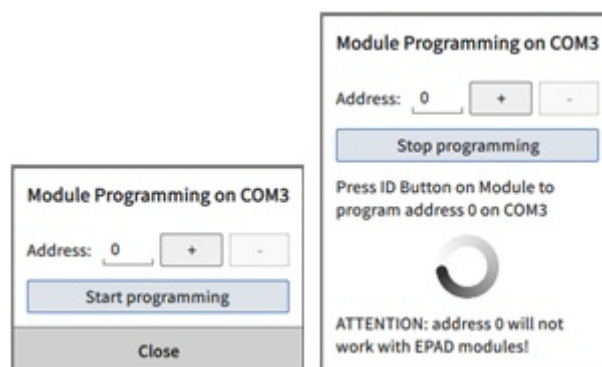

Abb. 4.27: EPAD-Programmierungs-Prozess
- Als nächstes wählen Sie die Start-Adresse des EPAD2 (kann nicht 0 sein) und dann klicken Sie auf *Programmierung starten* (siehe Abb. 4.27).
- Sobald Sie mit der Programmierung fertig sind, drücken Sie den *Programmierung stoppen* Button (siehe Abb. 4.27).